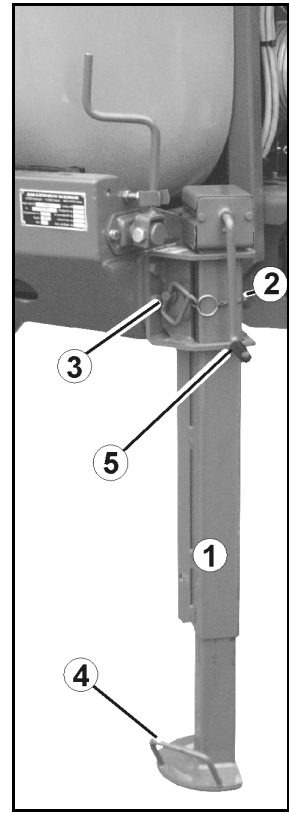

Fig. 41
Stützfuß mit Kurbel (Fig. 41/1):
1. Klappstecker (Fig. 41/2) lösen.
2. Bolzen (Fig. 41/3) herausziehen.
3. Stützfuß mittels Griff (Fig. 41/4) anheben / absenken.
5. Mit der Handkurbel (Fig. 41/5) den Stützfuß